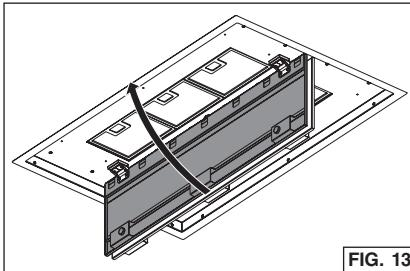

FIG. 13
3. Para quitar los filtros para limpiarlos, presione hacia adentro la lengüeta del cierre para desprender el filtro de la campana. Incline el filtro hacia abajo y quitelo. Fig. 13.